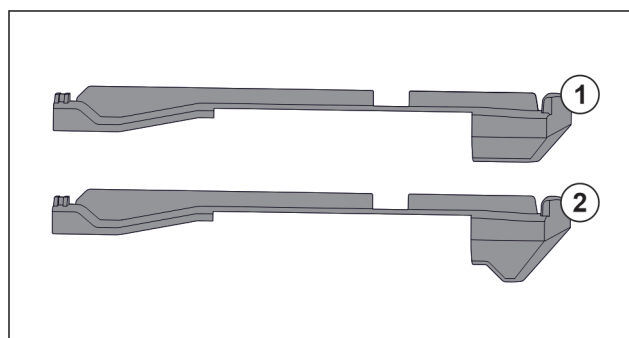

Fig. 83 Comparaison des éléments emboîtables
L'appareil comprend deux éléments emboîtables différents. L'élément emboîtable au-dessus du tiroir inférieur Fig. 83 (2) a un bord triangulaire. Tous les autres éléments emboîtables Fig. 83 (1) ont un bord droit.
- ▶ Poser l'élément emboîtable Fig. 83 (2) avec le bord triangulaire sur le tiroir inférieur.
- ▶ Poser l'élément emboîtable Fig. 83 (1) avec le bord droit à tous les autres endroits.